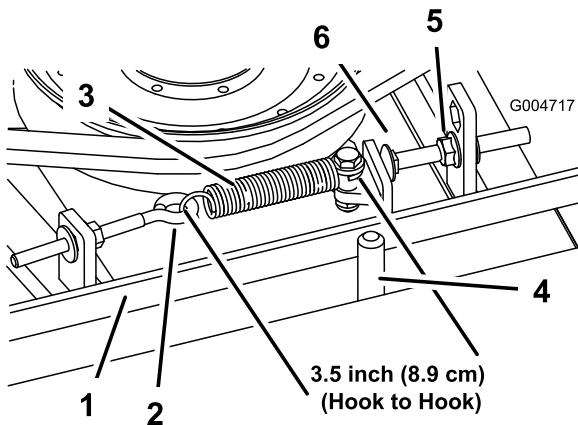

Figure 75
Lorsque le ressort d'extension est correctement tendu, l'intérieur doit mesurer (d'un crochet à l'autre) entre 8,3 et 9,5 cm. Lorsque le ressort est correctement tendu, ajustez le boulon de butée (boulon de carrosserie) jusqu'à obtention d'un jeu d'environ 2 à 5 mm entre la tête du boulon et le bras de tension (Figure 75).
Remarque: La courroie doit être placée du côté ressort du guide (Figure 75).
2. Desserrez le boulon à œil pour pouvoir enlever le ressort d'extension (Figure 75).
3. Desserrez l'écrou à embase qui fixe le boulon de butée à la patte de montage, et écartez la poulie de tension de la courroie pour détendre cette dernière (Figure 75).
9. Raccrochez le ressort d'extension (Figure 75) au boulon à œil et tendez la courroie comme suit :